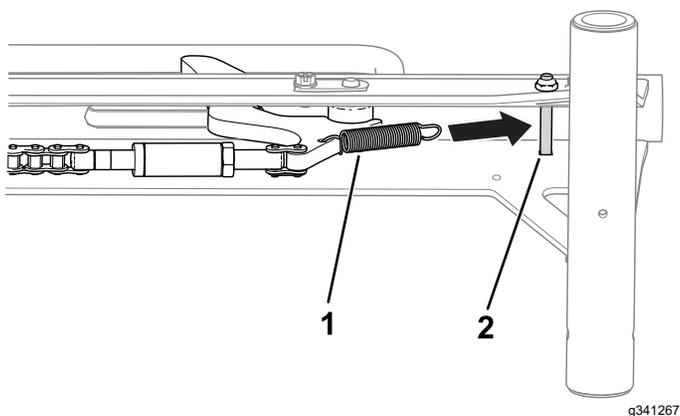

Figura 5
7. Ligue a mola ao batente da roda e o parafuso no interior do conjunto do carril (**Figura 5**).